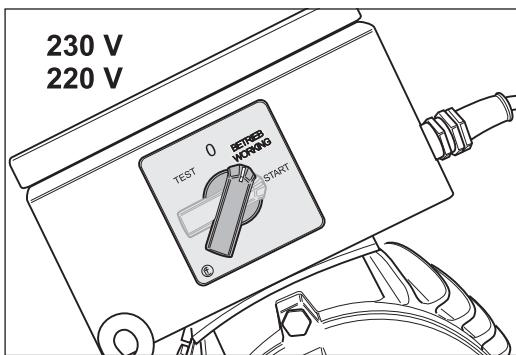

Abb. 20 Nachdem der Motor die volle Drehzahl erreicht hat, den Schalterknopf loslassen. Er nimmt automatisch die Position -BETRIEB (WORKING)- ein.
- Nachdem der Motor die volle Drehzahl erreicht hat, lassen Sie den Schalterknopf los. Er nimmt automatisch die Position -BETRIEB (WORKING)- ein (Abb. 20).